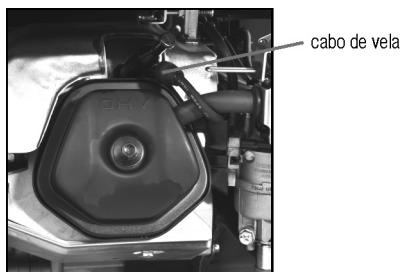

Fig. 25 – removendo a vela
- 4 – Com auxílio de uma chave de vela, remova a vela (fig. 25);